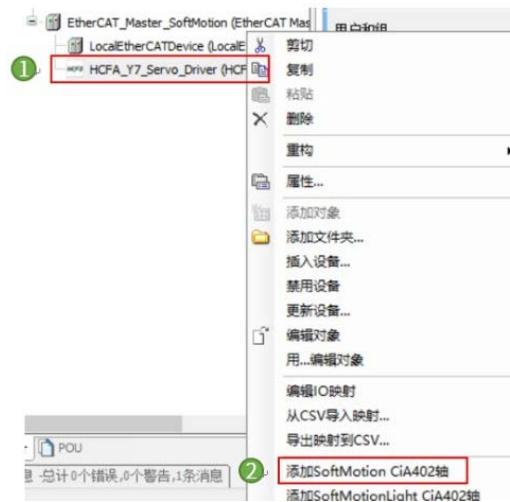

图 13-10 添加 CiA402 轴
4. 右击【HCFA Y7 Servo Driver】，选择【添加 SoftMotion CiA402 轴】，如图 13-10 所示